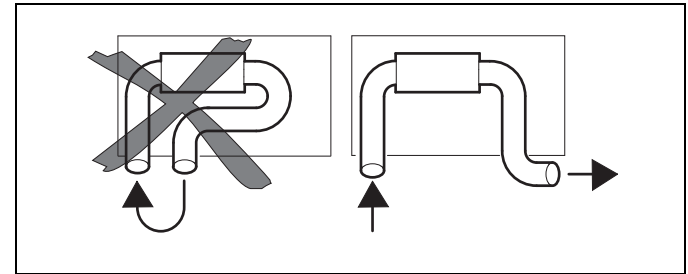

Fig. 6: Entrée d'air froid et sortie d'air chaud
- court-circuit d'air entre l'entrée d'air froid et la sortie d'air chaud de l'appareil de chauffage (Fig. 6).